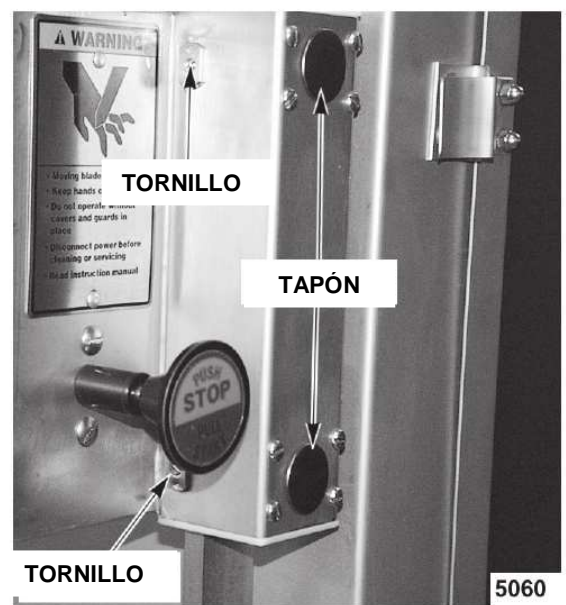

Fig. 15
1. Afloje los dos tornillos en la parte lateral del alojamiento de la barra deslizadora (Fig. 15).
2. Retire los dos tapones (Fig. 15) de la parte frontal del alojamiento.
4. Levante la barra deslizadora y apriete un poco los dos tornillos laterales (Fig. 15) hasta que la barra esté sujeta en su lugar.
7. Vuelva a colocar los tapones (Fig. 15).